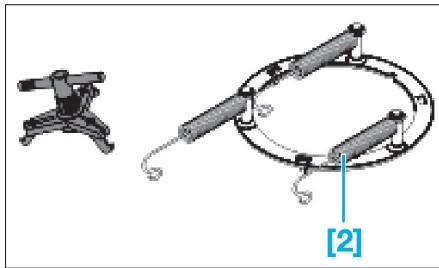

FIG. 1
- [2]. Pic d'arrêt pour outil de compression (ref : T999 7068) (Fig.1).